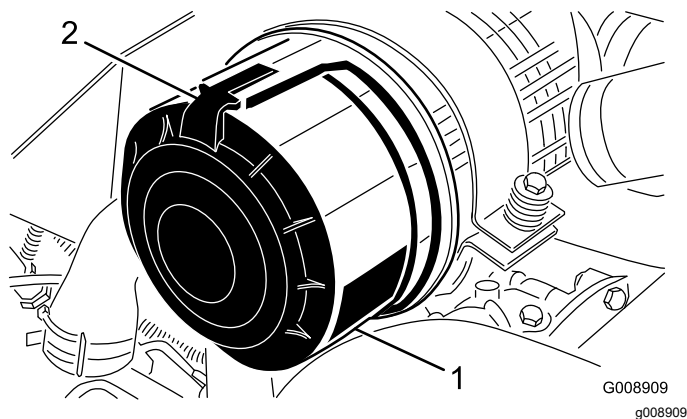

Bild 51
1. Lösen Sie die Laschen, mit denen die Abdeckung am Luftfilterkörper befestigt ist (Bild 51).